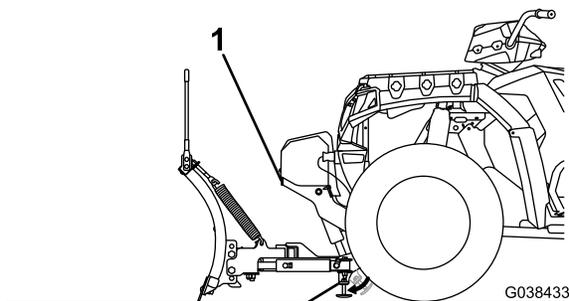

Figura 20
2. Tire hacia afuera del mango del soporte y baje el soporte (Figura 20).